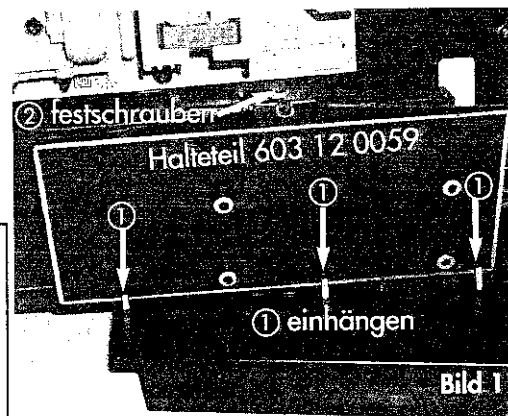

Bild 1: Nur bei Corum
2. Halteteil 603 12 0059 **nur beim Corum** am rechten Chassishaltewinkel festschrauben (siehe Bild 1). Bei allen anderen TV-Geräten wird kein Halteteil benötigt, weil das Zusatz-Netzteil direkt am Chassishaltewinkel angeschraubt wird.